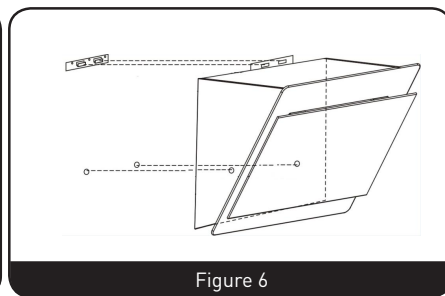

Figure 6
3. Fixez le boîtier avec les vis de sécurité. Fixez la hotte avec 2 chevilles murales et 2 vis ST4x30 mm. (Figure 6)